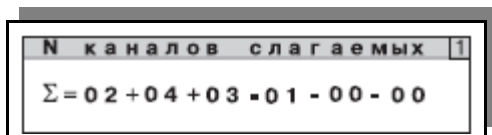

Рисунок 2.31 —Изображение окна «N каналов слагаемых»
Для определения суммы (разности) однотипных параметров давления из меню КАНАЛ рп войти в подменю N КАНАЛОВ СЛАГАЕМЫХ, рисунок 2.31. При помощи кнопок «▲», «▼», «◀», «▶» ввести значения однотипных параметров $p_{x1} \dots p_{x6}$ для формулы (1) (см. п.1.3.2 части 1 руководства) и нажать ВВОД для подтверждения выбора, либо МЕНЮ для его отмены. Параметр применяется только для типа канала **Сумма**. Например, если значение пятого параметра вычисляется по формуле $p_5 = p_2 - p_1 + p_4 + p_3$, то индексы однотипных системных параметров для формулы (1) при помощи кнопок «▲», «▼», «◀», «▶», ВВОД следует записать в виде $\{X1, X2, X3, X4, X5, X6\} = \{2, 4, 3, 1, 0, 0\}$, рисунок 2.31.